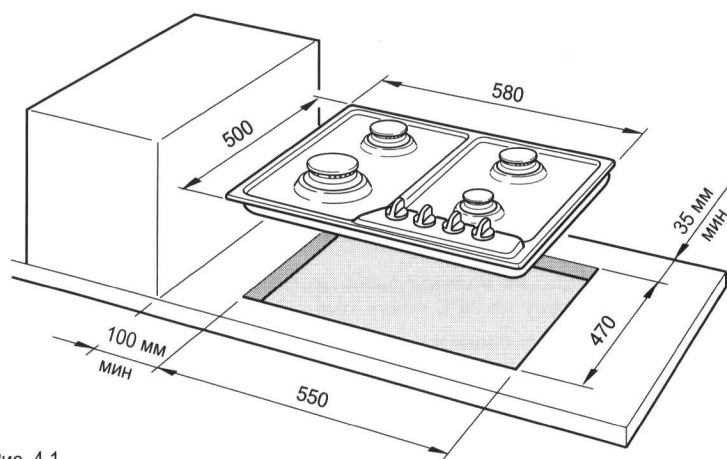

Рис. 4.1
Для встройки варочной поверхности в кухонную мебель необходимо сделать отверстие, размеры которого показаны на Рис. 4.1, учитывая следующие указания:
- ✓ Расстояние от варочной поверхности до боковой стенки должно быть не менее 100 мм (Рис. 4.1);